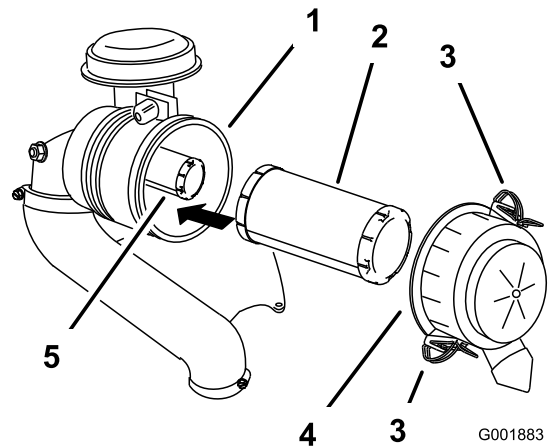

Figure 31
3. Ouvrez les dispositifs de verrouillage du filtre à air et enlevez le couvercle du corps du filtre (Figure 31).
5. Sortez l'élément principal du corps du filtre avec précaution (Figure 31).
2. Si vous remplacez l'élément de sécurité, insérez-le avec précaution dans le corps du filtre (Figure 31).
3. Placez ensuite l'élément principal sur l'élément de sécurité avec le même soin (Figure 31).
4. Reposez le couvercle du filtre à air, le côté portant l'inscription **UP** en haut, et fermez les dispositifs de verrouillage (Figure 31).